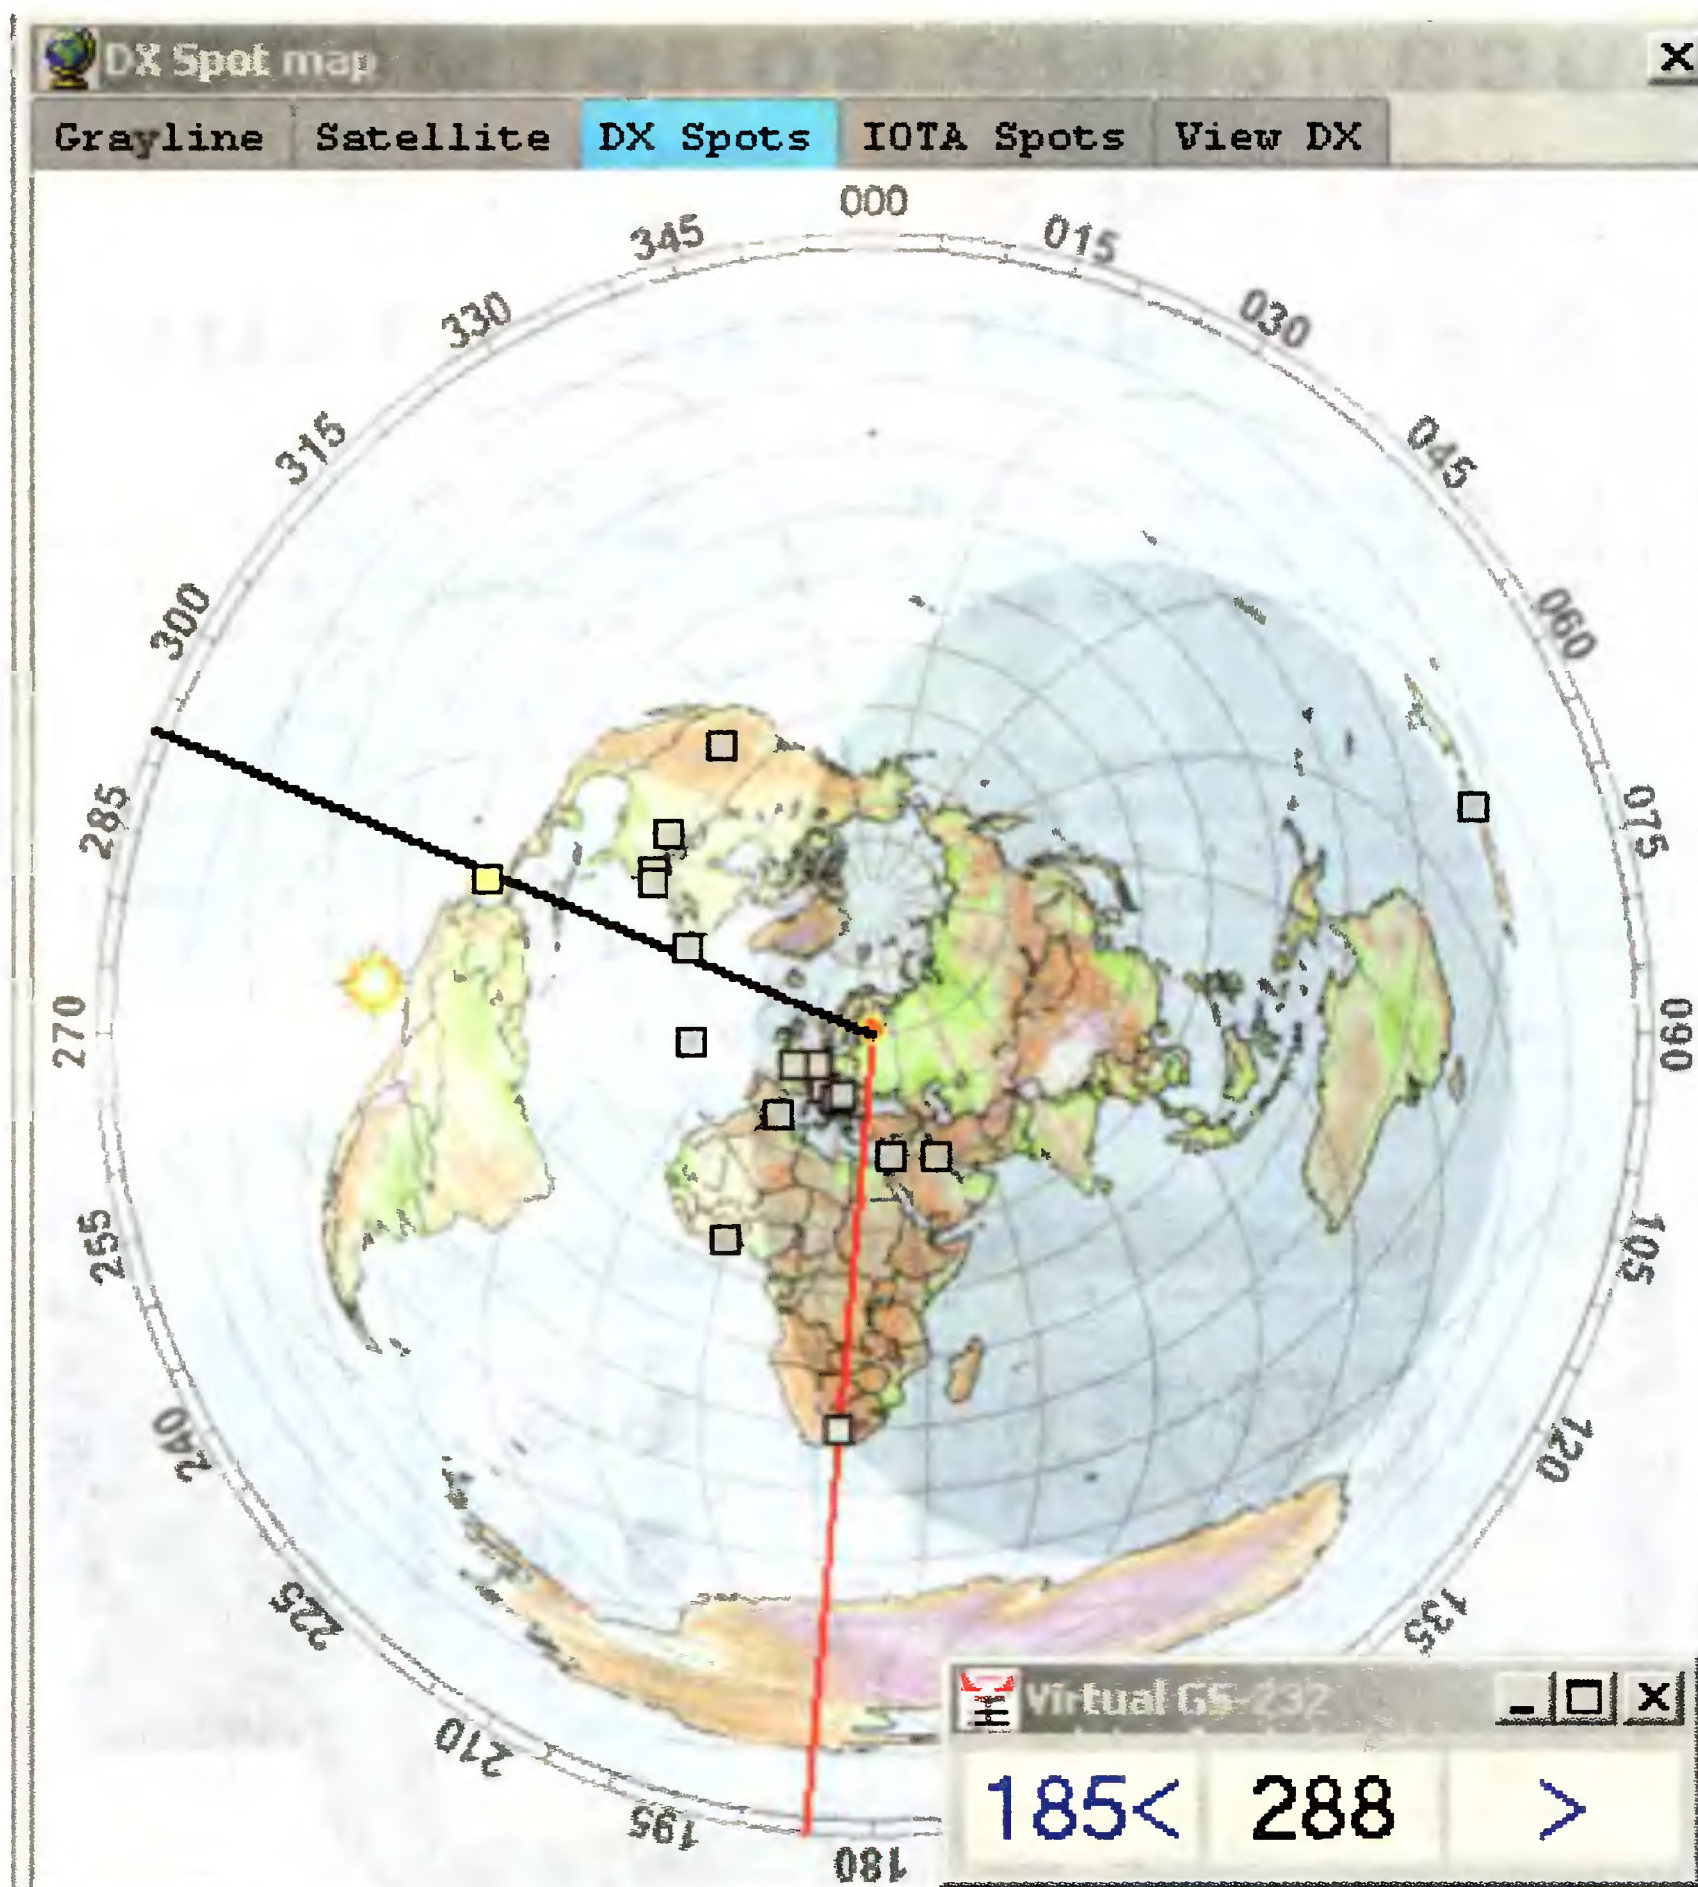

Рис. 10
3. Откройте окно карт и включите азимутальную проекцию (рис. 10). В этом режиме Logger32 периодически запрашивает у контроллера ПУ текущий азимут антенны. При получении запро-
са в окне программы GS232v, которое видно в правом нижнем углу рис. 10, фон поля отображения азимута временно меняется. На азимутальной карте отображаются два азимута — текущий и желаемый. Если курсор мыши находится в пределах карты, то по умолчанию первый изображается чёрной радиальной линией, а второй — красной. Цвет и толщину этих линий можно изменить. Убедитесь, что текущий азимут на карте соответствует фактическому положению антенны в данный момент, значению в среднем поле окна "виртуального контроллера" и показаниям индикатора на пульте ПУ.